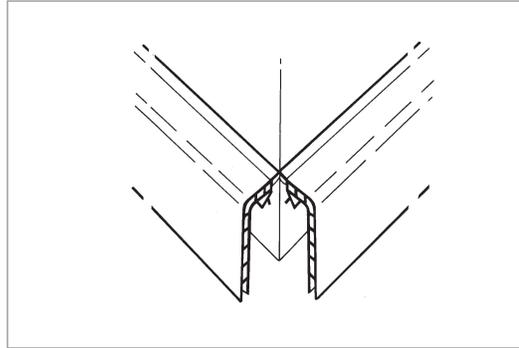

Abb. 12: Außenecke: Profil bündig, Außenecke - 3 mm
- Sockelleiste aus der Verpackung entnehmen und unter Berücksichtigung neben stehender Maßskizzen (Abb.12 und 13) ablängen. Es sind keine Gehrungsschnitte erforderlich!